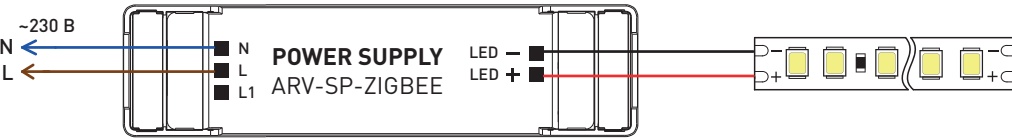

Рис. 1. Схема подключения одноканального источника питания
- Подключите входные провода источника питания со стороны **INPUT** к обесточенной электросети, соблюдая маркировку: **N** — синий провод, **L** — коричневый провод (пример подключения на рис. 1).